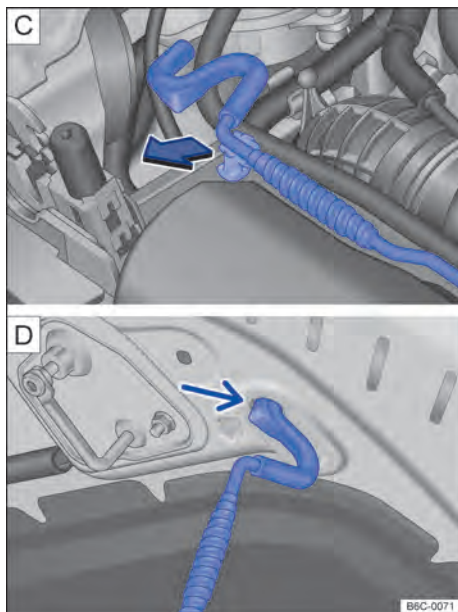

Fig. 185 C) Haste de sustentação da tampa do compartimento do motor. D) Tampa do compartimento do motor apoiada na haste de sustentação.
- Retirar a haste de sustentação do suporte no sentido da seta → Fig. 185 C) e posicioná-la na abertura na tampa do compartimento do motor → Fig. 185 D).
- Retirar a haste de sustentação do furo → Fig. 185 [D] e encaixá-la no suporte do fecho → Fig. 185 [C].